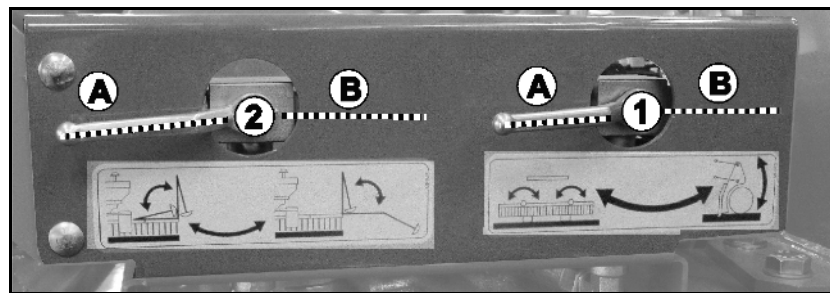

Fig. 103
1. Kugelhahn (Fig. 103/1) in Position **A** bringen.
Kugelhahn (Fig. 103/2) in Position **A** bringen
9. Kugelhahn (Fig. 103/1) in Position **B** bringen.
10. Kugelhahn (Fig. 103/2) in Position **A** bringen